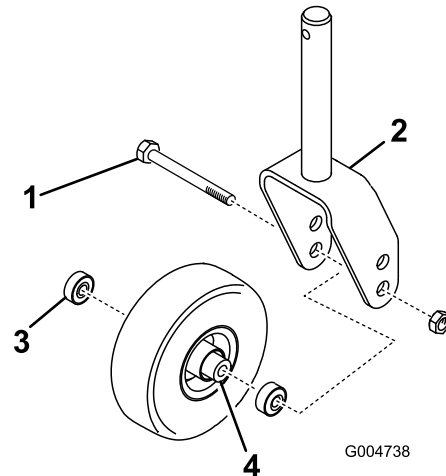
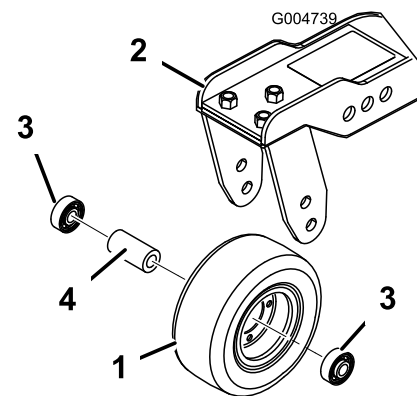

Figura 111
Figura 112
1. Retire a porca de bloqueio do parafuso que fixa o conjunto da roda giratória entre a forquilha da roda giratória (Figura 111) ou o braço articulado da roda giratória (Figura 112).
2. Retire o rolamento do cubo da roda e deixe cair o espaçador do rolamento para fora (Figura 111 e Figura 112).